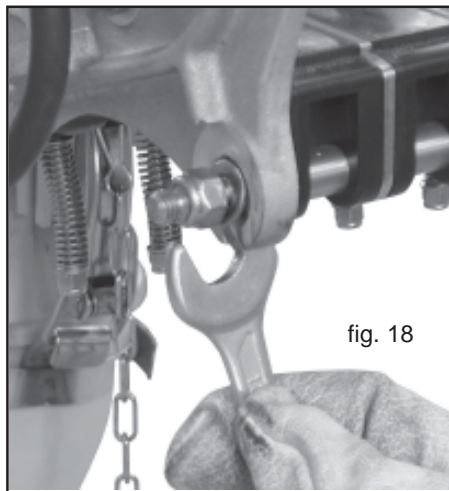

fig. 18
- 2) Jusqu'à pouvoir pousser à l'extérieur les disques introduits à l'intérieur, les extraire de leur logement (Fig. 18).